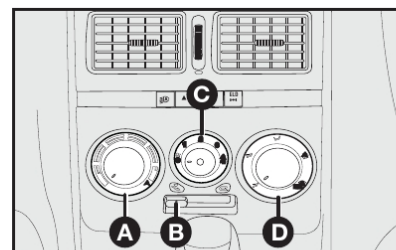

fig. 50
### COMANDOS - fig. 50
2) Seletor do ventilador **C-fig. 50** posicionado na velocidade máxima.
3) Seletor de distribuição do ar **D-fig. 50** apontado para ; controlar para que todas as saídas de ar estejam totalmente abertas.
4) Ligar o ar-condicionado apertando o seletor **C-fig. 50**.
O ar-condicionado é muito útil para acelerar o desembaçamento, pois desumidifica o ar. É suficiente regular os comandos para a função de desembaçamento e ativar o condicionador, apertando o seletor **C-fig. 50**.
1) Condicionador de ar ligado: seletor **C-fig. 50**.